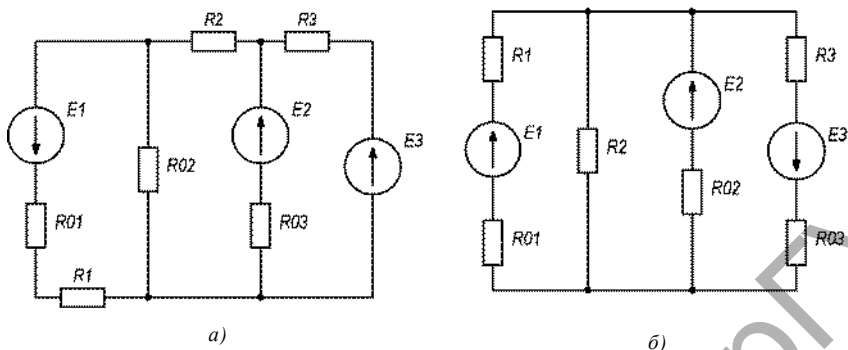

Рисунок 1.39
**Задача 1.20.** Используя исходные данные таблицы 1.20, составить уравнения для расчёта токов в ветвях цепи (рис. 1.39) по методу законов Кирхгофа. Определить токи в ветвях цепи, мощности всех элементов и КПД цепи. Проверить правильность решения задачи по уравнению баланса мощности.